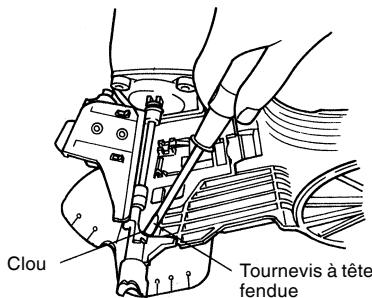

Fig. 19
- (2) Enlevez le clou coincé à l'aide d'un tournevis à tête fendue. (Fig. 19)